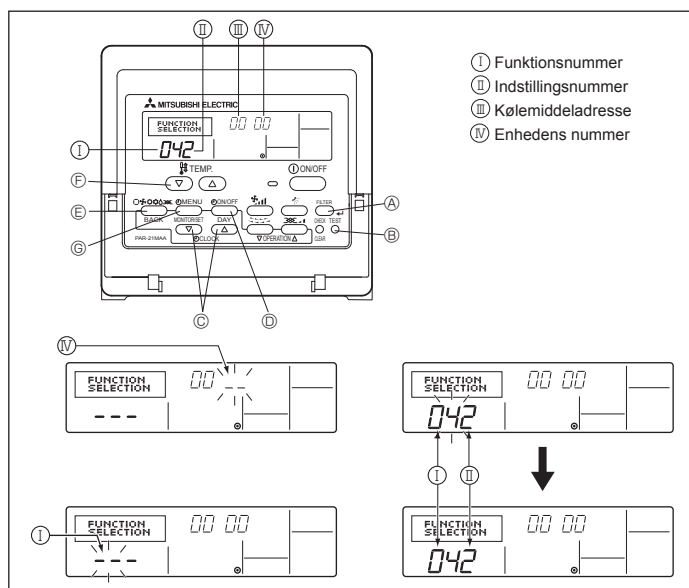

Fig. 6-6
6.3.1. Funktionsindstilling på enheden (Fig. 6-6)